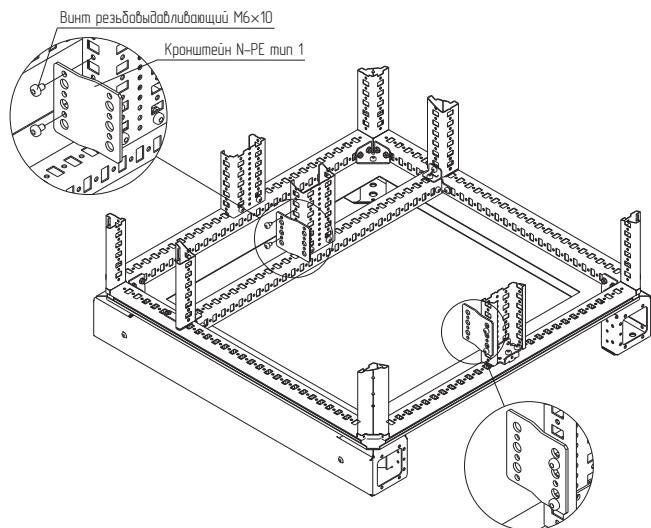

Рисунок 124
4.39.3 Установить кронштейны N-PE тип 1 на профили дополнительные вертикальные на нужной высоте и закрепить винтами М6х10 (рисунок 124). Момент затяжки – 7 Н·м.